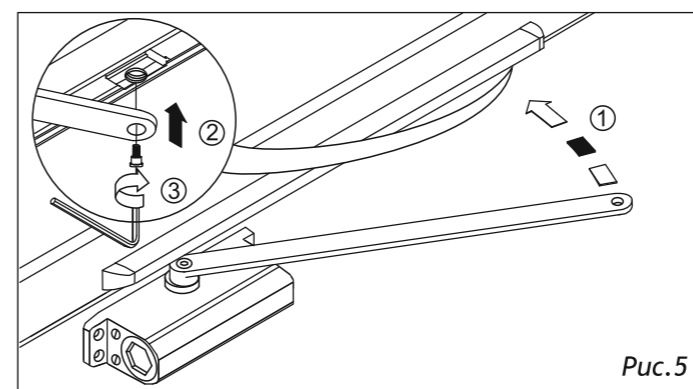

Рис. 5
5. Прижмите тягу к полотну двери и соедините ее с ползунком специальным винтом М8х17 под шестигранный ключ. Тем самым создается преднатяг (рис. 5);